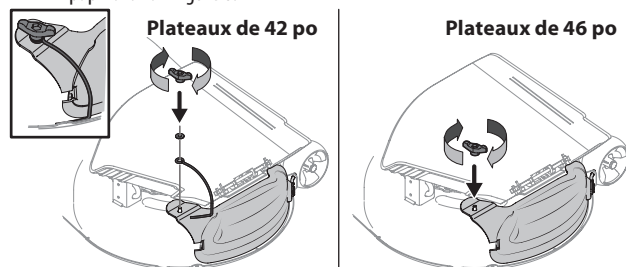

Figure 6
- Plateaux de 42 po :** Placez la tige du bouchon de déchetage sur la goupille qui se trouve sur le dessus du plateau de coupe. Mettez la rondelle plate sur la tige, puis fixez le bouchon de déchetage avec l'écrou papillon. Voir Figure 6.
NOTE : Vérifiez que l'écrou papillon est bien serré et que la tige est placée sur le rebord du plateau de coupe pour que le bouchon de déchetage soit bien retenu. Voir l'encadré de la Figure 6.
- Plateaux de 46 po :** Retenez le bouchon de déchetage avec un écrou papillon. Voir Figure 6.